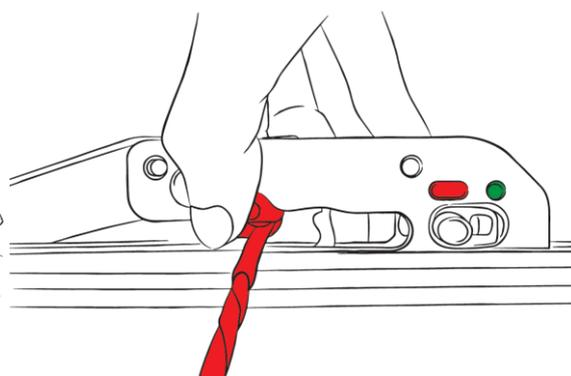

Рис.20
3. После того как спусковой механизм выскользнул вперед и натяжение плеч ослабло до минимума, вы можете поднять крючок защиты от холостого выстрела и освободить тетиву (Рис.20). Далее можно вернуть рычаг в исходное положение. Арбалет разряжен.